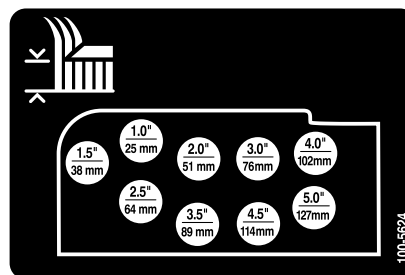

Figure 20
10. Montez les chaînes de hauteur de coupe dans le trou correspondant à la hauteur de coupe voulue à l'aide de l'axe de chape et de la goupille fendue (Figure 20).